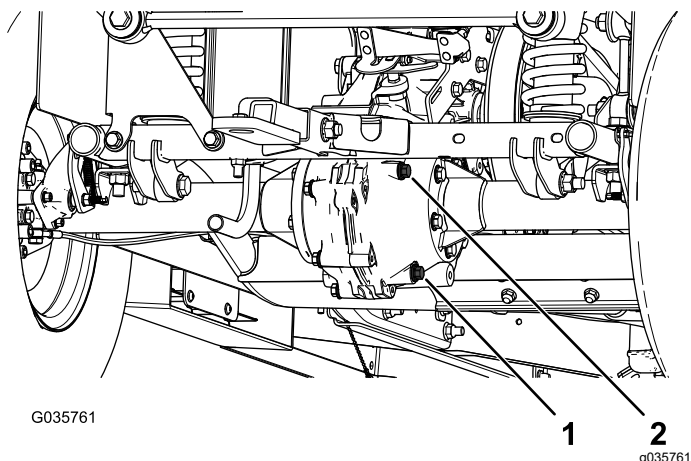

Figure 56
4. Enlevez le bouchon de remplissage de la boîte-pont (Figure 56).
5. Si le niveau de liquide est trop bas, enlevez le bouchon de remplissage et ajoutez le liquide spécifié jusqu'à ce qu'il ressorte par l'orifice (Figure 56).
1. Placez un bac de vidange sous le bouchon de vidange (Figure 56).
2. Enlevez le bouchon de remplissage et le joint (Figure 56).
3. Enlevez le bouchon de vidange et le joint et vidangez tout le liquide (Figure 56).